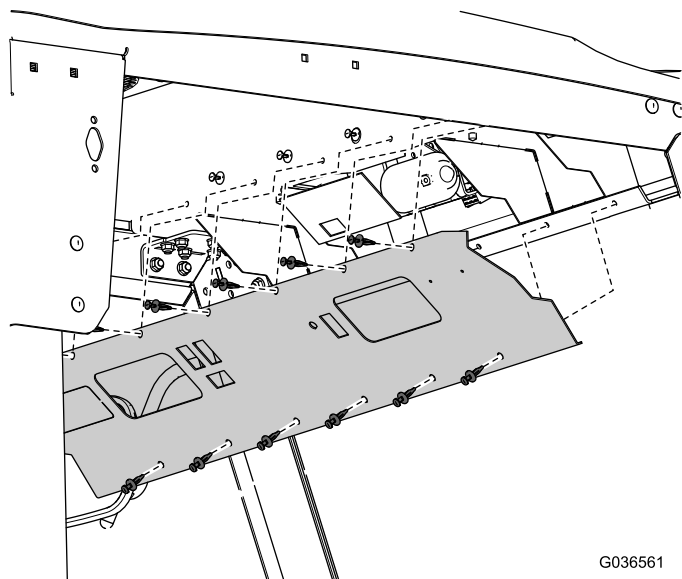

Figura 1
4. Rimuovete il pannello anteriore (Figura 1).